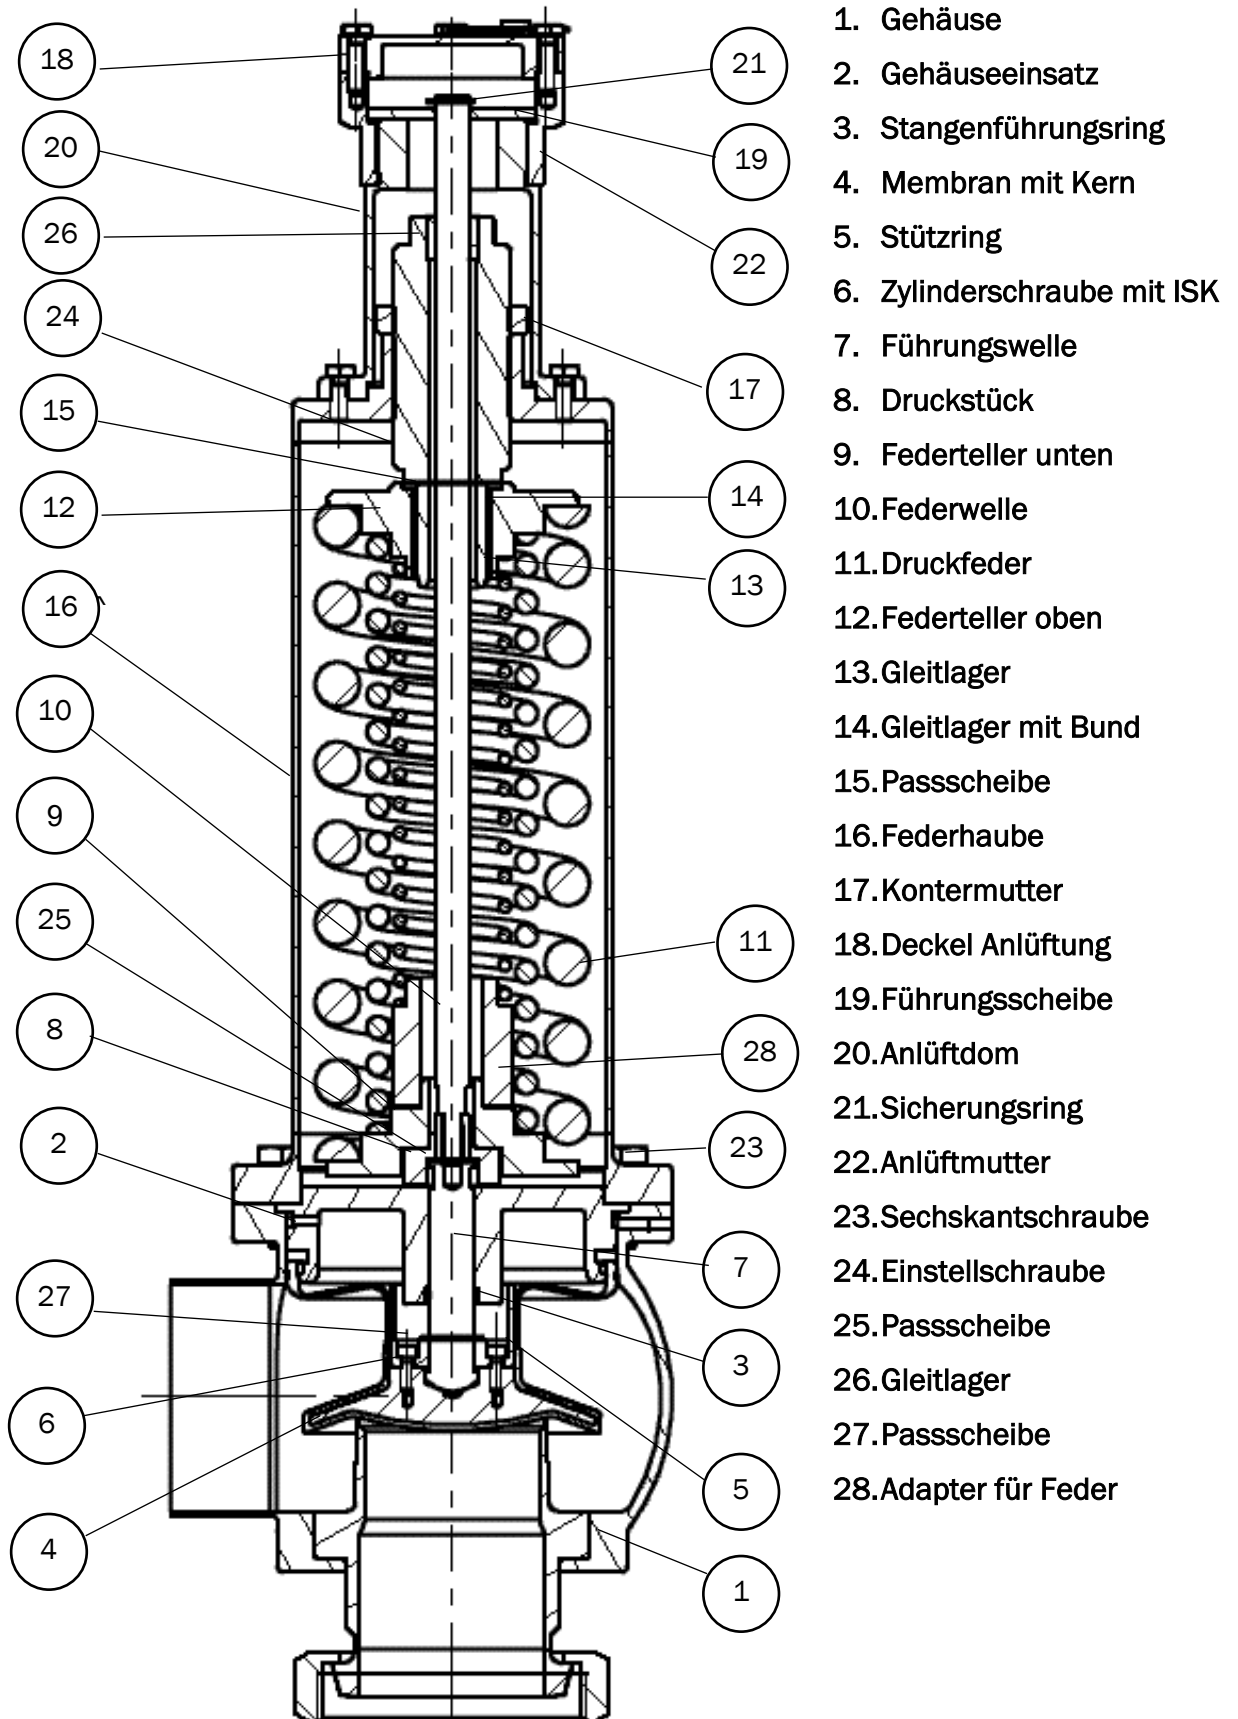

Abb. 7-2 Aufbau Sicherheitsventil DN65 - 100
- Kontrollieren Sie, dass beim Sicherheitsventil DN25-50 die Anlüftmutter (Abb.7-1, Pos. 22) und die Feststellmutter (Abb. 7-1, Pos.19) oder bei DN65-100 die Anlüftmutter (Abb.7-2, Pos.22) und der Anlüftdom (Abb.7-2, Pos.20) gegenseitig gekontert sind.
- Durch Drehen der Anlüftmutter Abb.7-2 Pos. gegen den Uhrzeigersinn und gleichzeitigen Festhalten des Gehäuses wird die Armatur angelüftet.
- Die Anlüftmutter (Abb.7-2 Pos.22) wird mit dem Anlüftdom / (Abb.7-2 Pos.20) im Uhrzeigersinn gekontert.
Gehen Sie wie folgt vor (siehe Abb.7-2):
Bei der Montage der Armatur gehen Sie wie folgt vor (Abb.7-1 oder Abb.7-2):
- Der Spalt der Membranvorspannung wird zwischen Druckstück (Pos.8) und Gehäuseeinsatz (Pos.2) gemessen (siehe Abb.7-2). Dabei muss die Membran mit Kern (Pos.4) von Hand in den Sitz gedrückt werden.